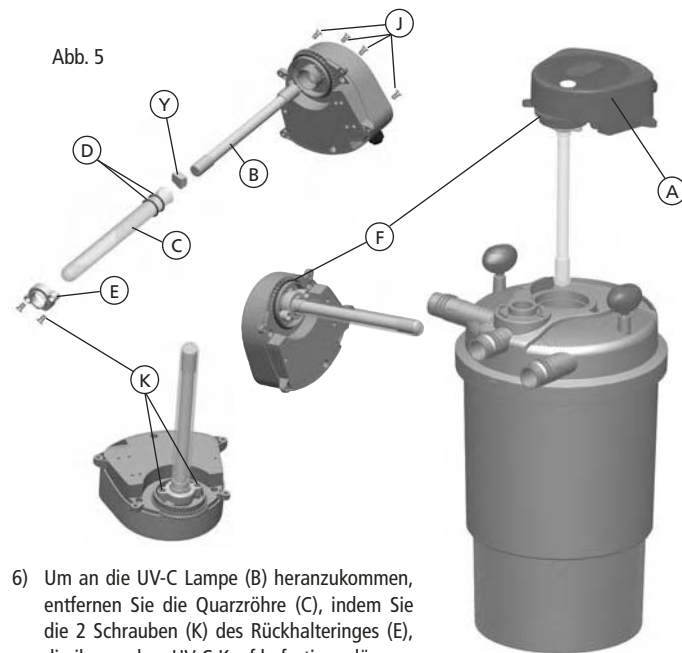

Abb. 5
- 4) Entfernen Sie den UV-C Kopf (A) (Abb. 5) aus dem Filter, indem Sie die 4 Schrauben (J) lösen, mit denen der UV-C Kopf an dem Filterdeckel (G) angeschraubt ist.
- 5) Nun können Sie, wenn nötig, die Quarzröhre (C) reinigen. **Für die Reinigung der Quarzröhre benutzen Sie einfach einen feuchten, weichen Lappen. Gegen hartnäckigen Schmutz können Sie auch ein wenig Essig benutzen. Benutzen Sie keinerlei Reinigungsmittel oder andere chemische Reiniger.**